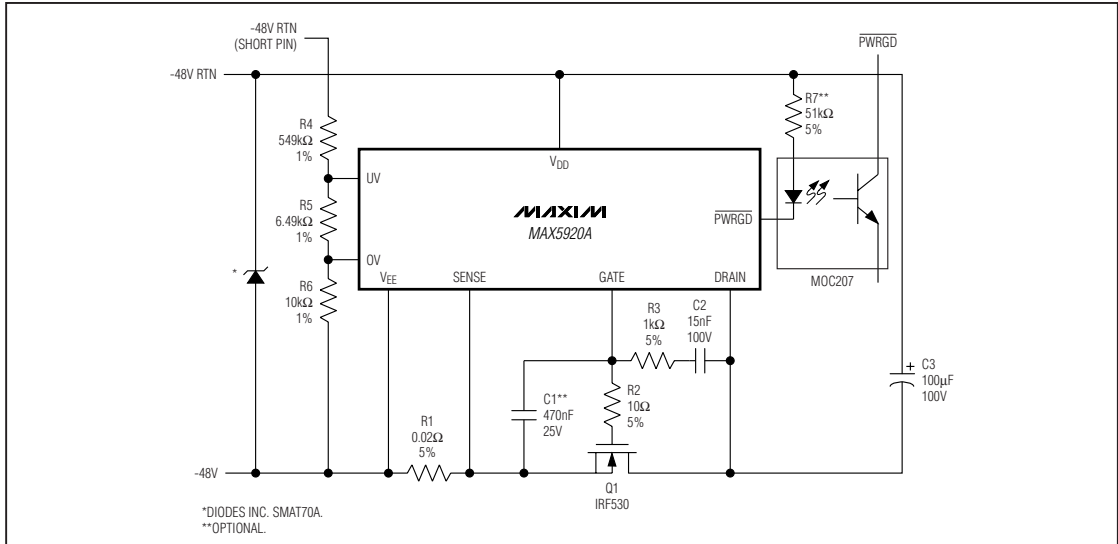

图 14. 利用 PWRGD 驱动光耦
PWRGD 信号也能用来开启 LED 或光耦，指示电源状态正常(如图 14 所示)(参见“元件选择步骤”部分)。
- 如果利用图 14 所示的光耦，则确定 LED 串联电阻为: